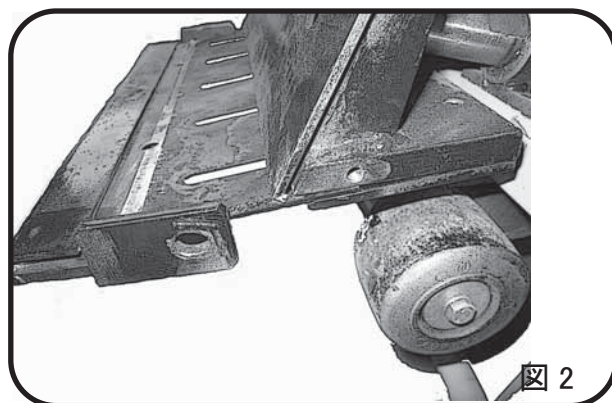
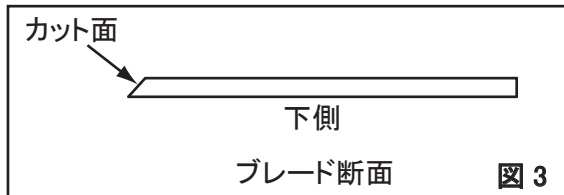

図 2
図 3
- (2) ブレードホルダーの取付ボルトを緩め、ブレードがブレードホルダーと振動板の間に入る隙間を作して下さい。
- (3) ブレードをブレードホルダーと振動板の間に挿入して下さい。ブレードの刃の方向は下図の通りです。(図 2, 図 3)